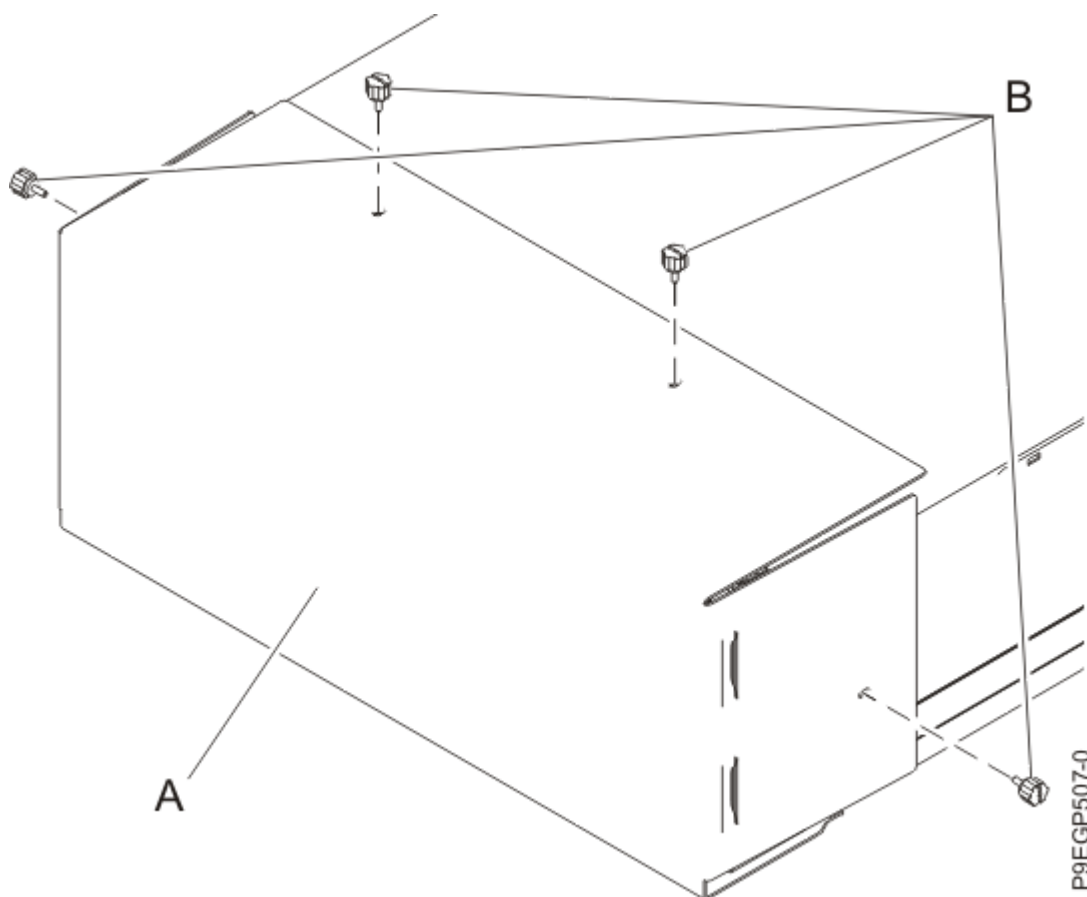

Figure 7 : Retrait du capot de transport
2. Retirez les quatre vis moletées **(B)** qui permettent de fixer le capot de transport **(A)** à l'arrière du tiroir, comme illustré dans la Figure 7, à la page 11. Retirez le capot de transport.